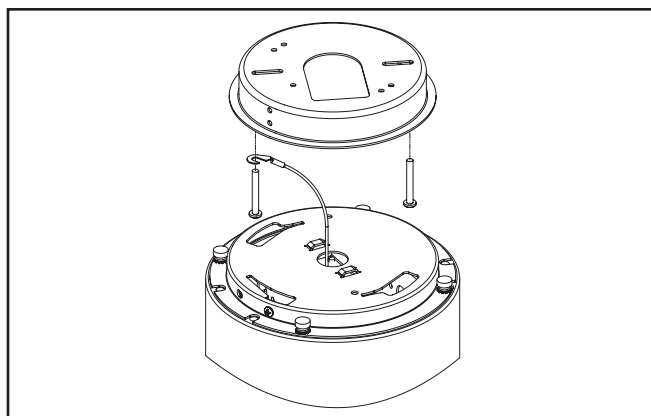

Figura 4.
3. Fije la correa trasera de montaje de pared al tornillo de montaje de la caja de empalme, como se muestra en la Figura 4..